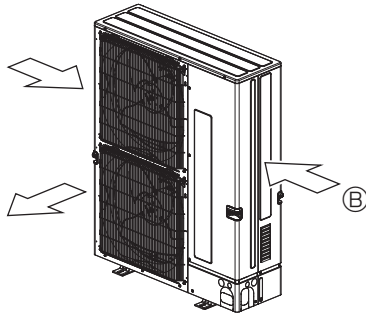

Fig. 2-5
- ③ Cihazın konumunu, mümkünse, hava çıkışından gelen havanın, mevsimsel rüzgârlarının yönüne dik gelmesini sağlayacak şekilde seçin. (Fig. 2-5)